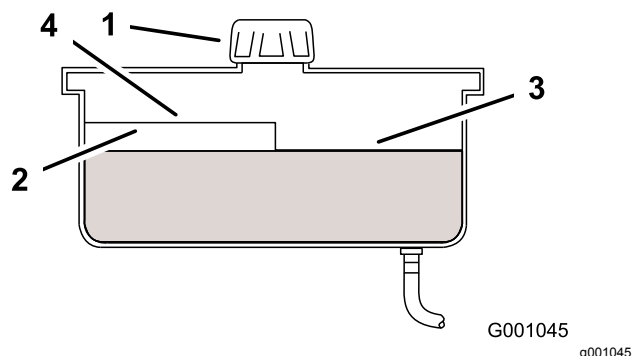

Figura 52
4. Pulite l'area attorno al tappo e al collo del bocchettone del serbatoio idraulico (Figura 52).
5. Togliete il tappo dal collo di riempimento. Guardate all'interno per verificare se il serbatoio contiene del fluido (Figura 52).
- Nota:** Il livello del fluido caldo deve raggiungere la parte superiore del segno di livello 'caldo' del deflettore (Figura 52).